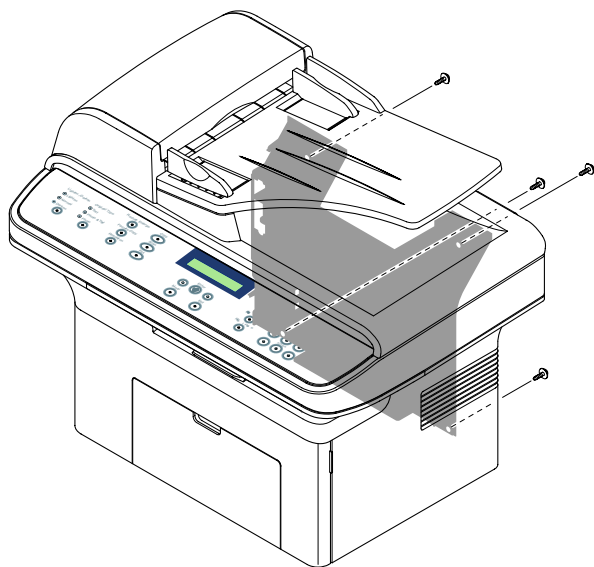

Рисунок 1
1. Выкрутите 4 винта, крепящие заднюю крышку, рисунок 1.